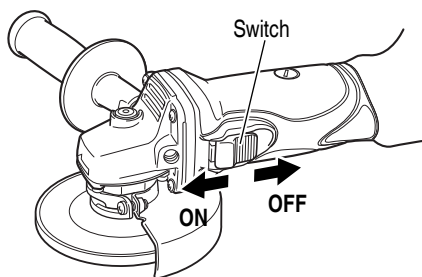

Fig. 7
2. Turn the grinder "on". (Fig. 7)